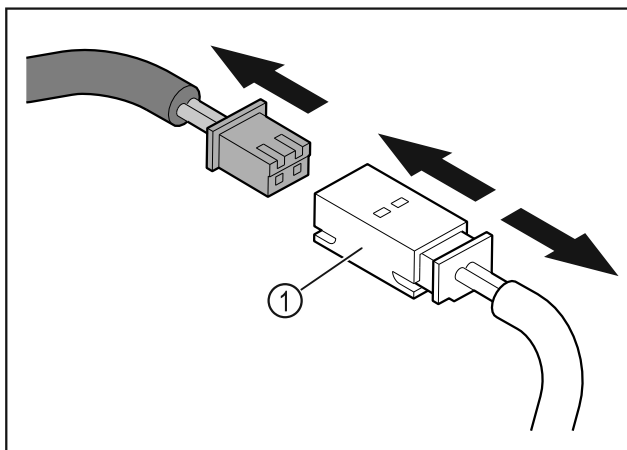

Fig. 13
- Decuplați fișa și cuplajul fișelor Fig. 13 (1).